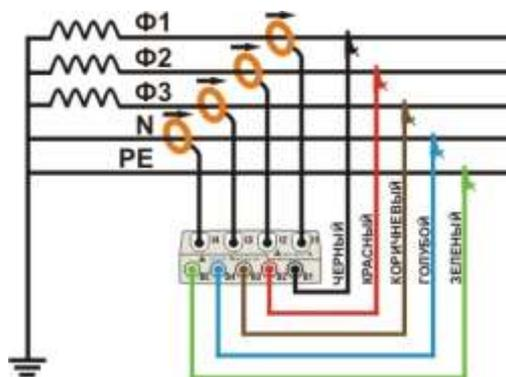

Рисунок 126: Подключение прибора к **трехфазной 4-проводной** системе
2. Произведите подключение измерительных проводов к кабелям фаз L1, L2, L3, нейтрали и заземления с учетом цветов, как показано на рис.126. **Произведите проверку на дисплее сообщения “123”, указывающее правильную последовательность чередования фаз** (см. п. 5.2.1) и при необходимости проведите исправления подключения.
3. Произведите подключение т/преобразователя к кабелям фаз (**Φ1, Φ2, Φ3/ L1, L2, L3**) и нейтрали N, как показано на рис.126, соблюдая направление стрелки т/преобразователя, указывающее стандартную направленность тока от генератора к нагрузке. Перед началом записи убедитесь, что **на экранах (раздел Real Time Values/ Значения в реальном времени) производится отображение положительного значения активной мощности и коэфф. мощности, относящихся к нагрузке, которая обычно должна быть индуктивной**. В случае отрицательных показаний поменяйте направление подключения т/преобразователя на силовых кабелях на 180 градусов.